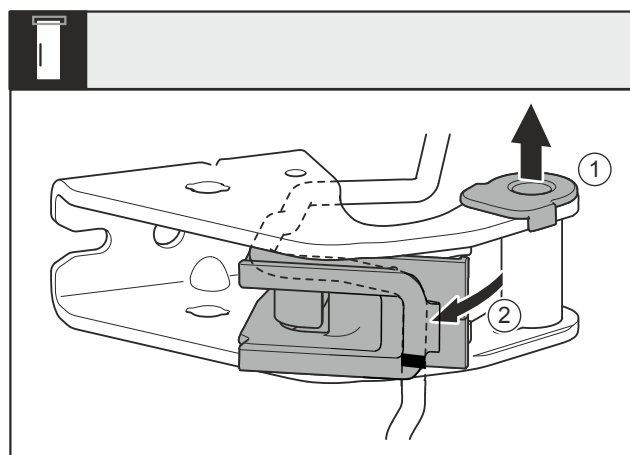

Fig. 25
- Retirer le coussinet Fig. 25 (1) du guide.
- Faire pivoter le support de câble Fig. 25 (2).